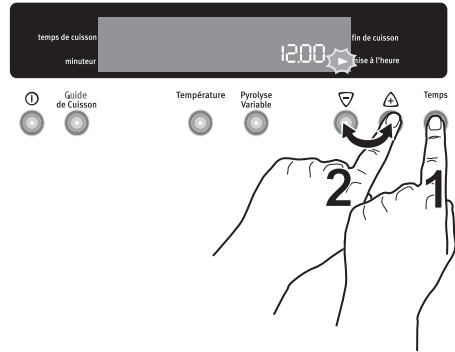

Fig. 6
1. Appuyez sur la touche **"Temps"** jusqu'à ce que le voyant de **"mise à l'heure"** clignote. Réglez l'heure à l'aide des touches ∇ or \triangle (Fig. 6). Le voyant de **"mise à l'heure"** ► disparaît 5 secondes après l'affichage de l'heure exacte.